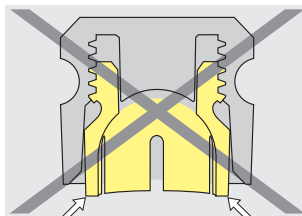

Fig. 12
**Atención:** El elemento de retención con láminas **no** deberá sobresalir de la caja (Fig. 12).